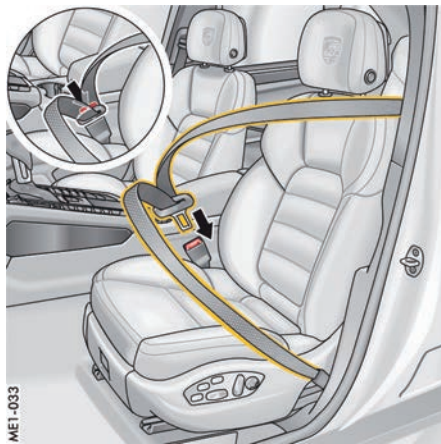

图 5: 系紧安全带
4. 将安全带锁扣插入座椅内侧相应的安全带扣中，直到听到其锁定到位的咔嚓声（图 5）。
2. 按下座椅安全带扣（图 5）上的红色按钮。